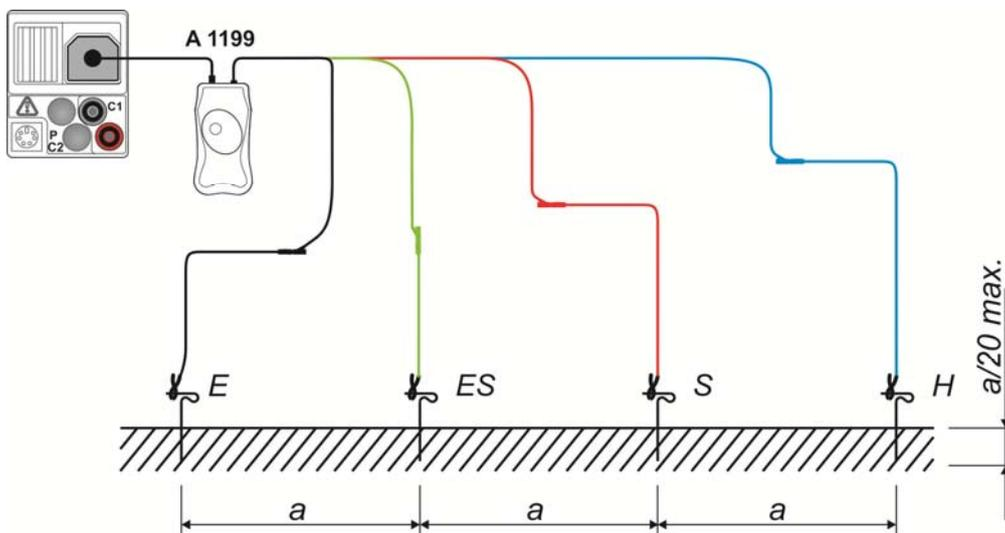

Abbildung 5.41: Messung des spezifischen Erdwiderstands
- Schließen Sie** die Prüfleitungen an die Erdungssonden (siehe *Abbildung 5.41*).